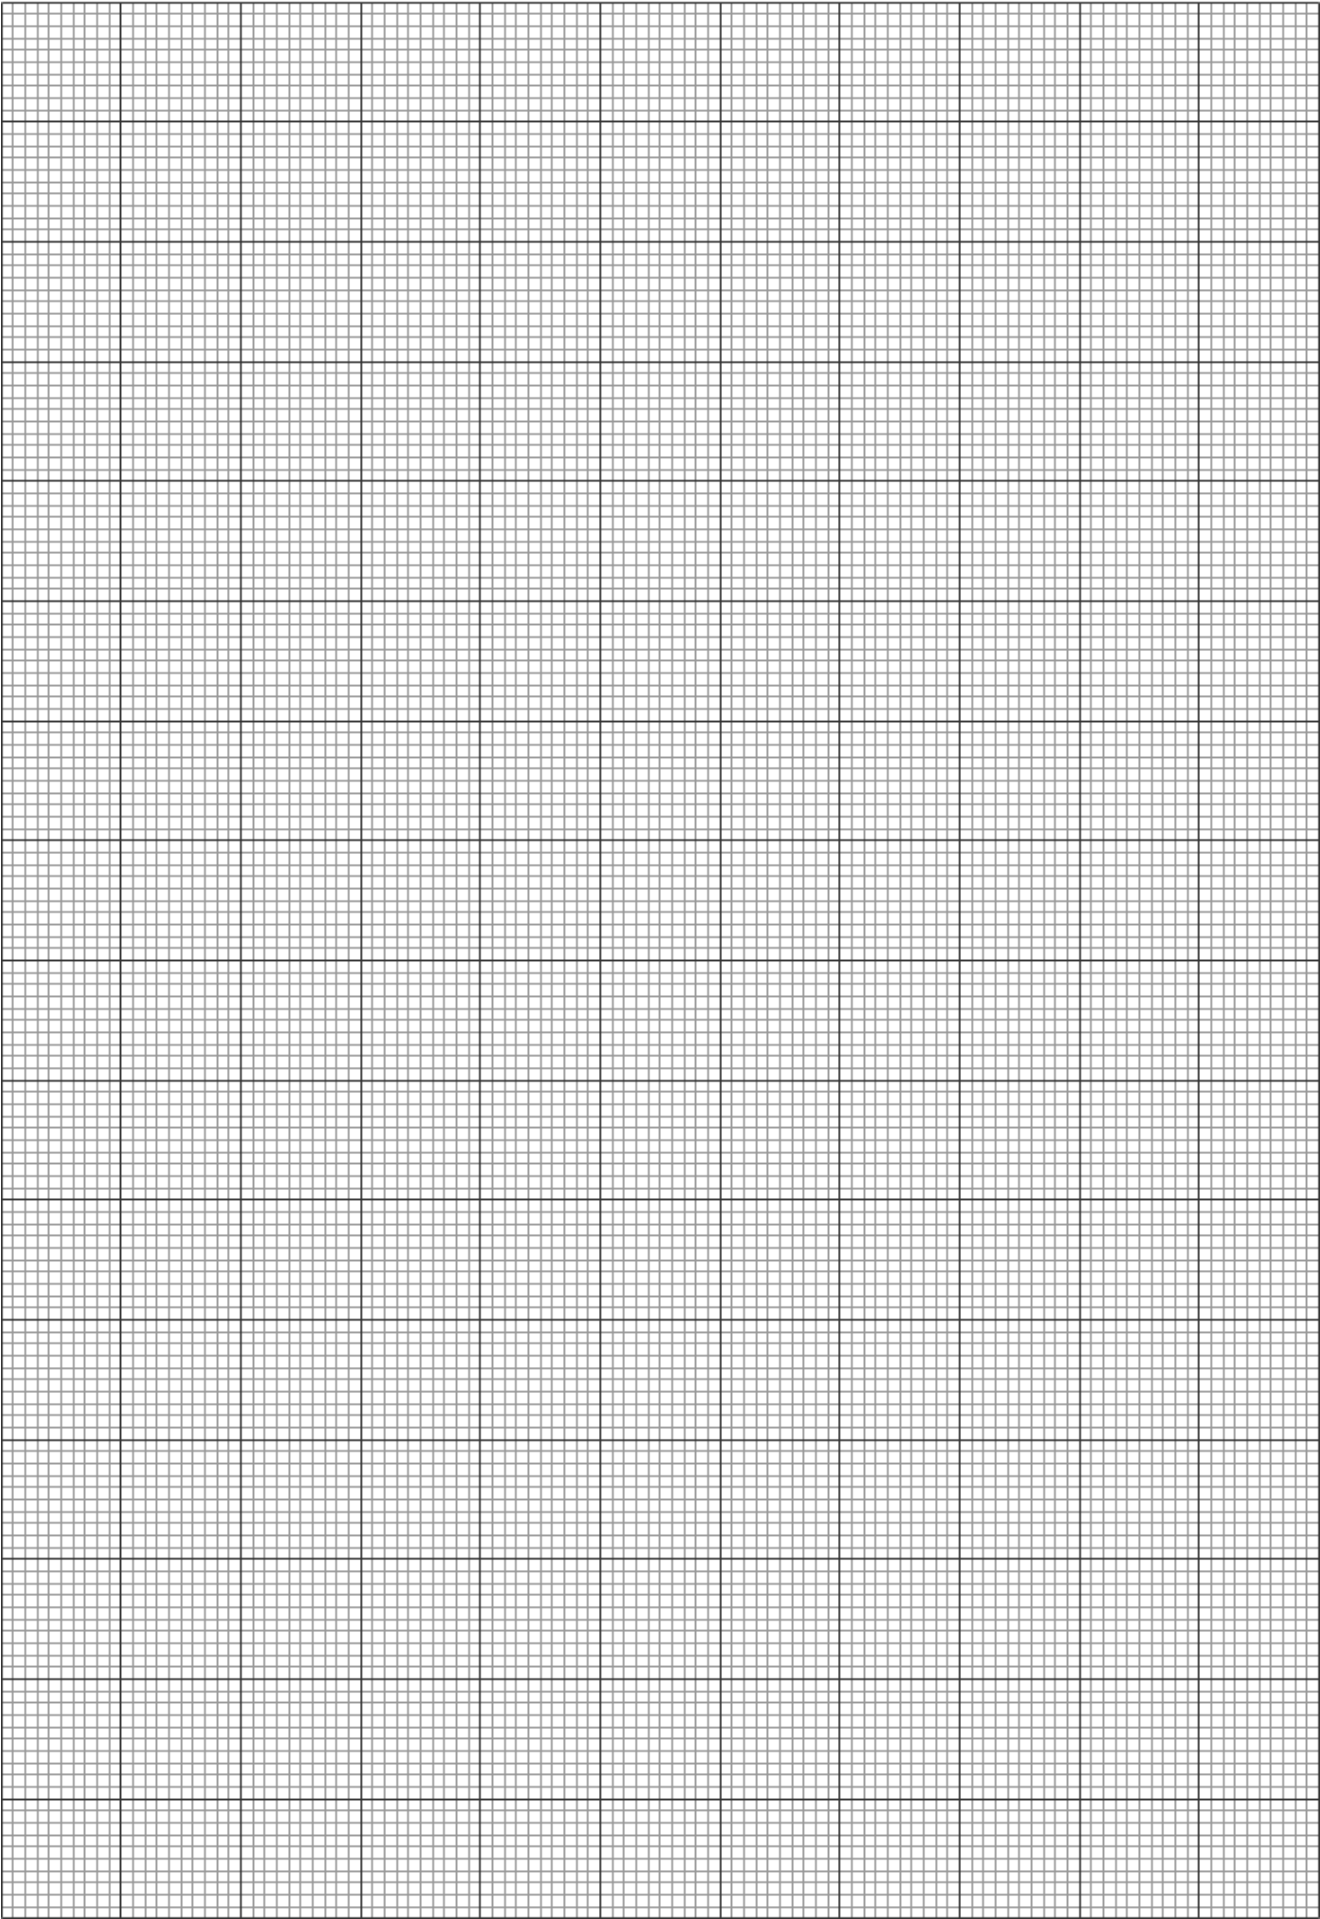

Figura 2: -----
4. (15 pontos) No espaço destinado à figura 2, faça o gráfico da dependência de  $V$  em função de  $\Delta T = T_V - T_R$ .
5. (10 pontos) Ajuste os dados da figura 2 por uma reta. Pelo método das retas máximas e mínimas obtenha o coeficiente de Seebeck (veja equação 1) e sua incerteza. Explícite os seus cálculos.
6. (10 pontos) Qual o valor esperado para o coeficiente linear do ajuste do gráfico da figura 2? Por quê? O valor obtido do ajuste é consistente com o esperado? Justifique com base nas incertezas obtidas pelo ajuste.